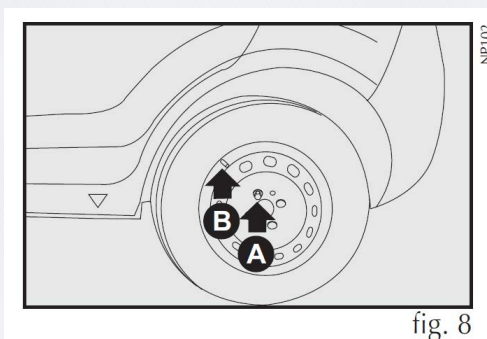

fig. 8
7) Introduzca el primer tornillo A fig. 8, en el orificio más cercano a la válvula de inflado B-fig. 8.